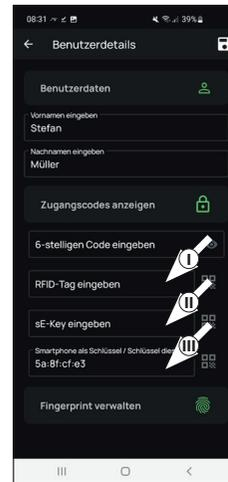

Abb. 4
An dieser Stelle können Sie einen Funkschlüssel *ENTRY sE-Key 7713* (optional erhältlich) einspeichern (II) (Abb. 4). Hinweise zur Einrichtung finden Sie in der Anleitung des Funkschlüssels.
- ! **Hinweis:** Dem Benutzerprofil des Administrators wurde automatisch die Schlossöffnung per Smartphone hinterlegt (III) (Abb. 4). Bei weiteren Benutzern können Sie in diesem Feld ein anderes Smartphone als elektronischen Schlüssel hinterlegen.